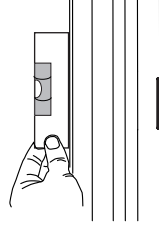

Рис. 3
**Очень важно, чтобы корпус экрана располагался строго горизонтально. Рекомендуется использовать уровень (рис. 3) для более правильного монтажа экрана.**